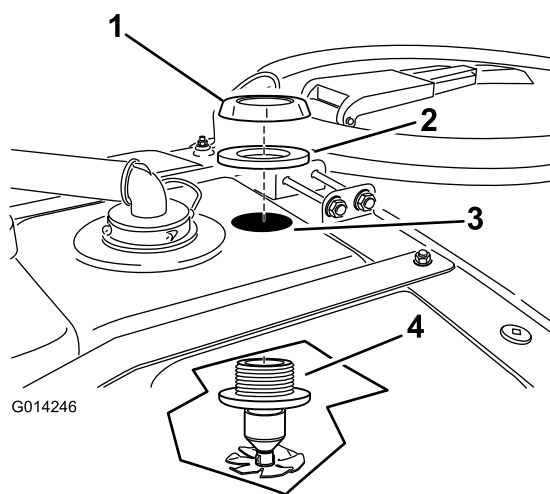

Figura 15
3. Montate il diaframma sui filetti che sporgono dal gruppo ugelli di lavaggio (Figura 15).